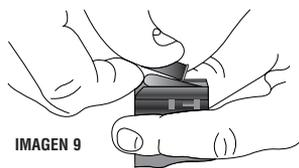

IMAGEN 9
6. Introduzca en el cargador un máximo de diez cartuchos, o hasta ocho para el modelo 597 Magnum, de uno en uno. Coloque las balas alineadas hacia la recámara. Consulte la imagen 9.
Debido a las variaciones en la munición de percusión anular, se debe tener cuidado de que cuando se carga el cargador no se solapen las pestañas de los cartuchos. Observe la imagen de la derecha. Si se superponen las pestañas, puede producirse un fallo en la alimentación de un cartucho desde el cargador. El cartucho cargado debería introducirse en el cargador presionando cerca de la pestaña. Consulte la imagen 9. No lo introduzca presionando cerca de la punta de la bala.